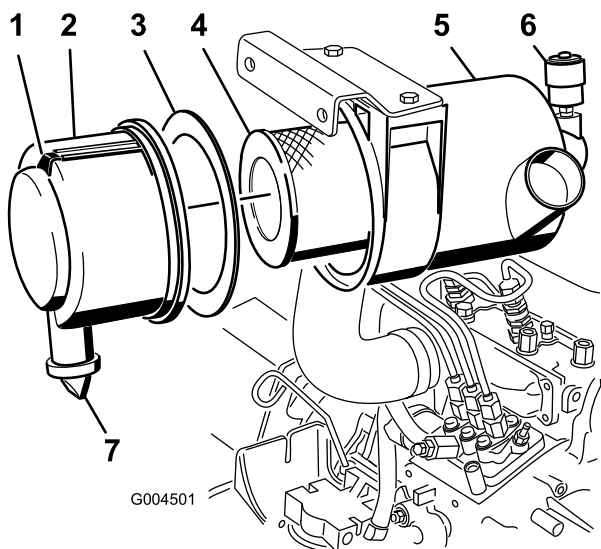

Bild 35
3. Warten Sie den Luftfilter, wenn die Luftfilteranzeige rot anzeigt oder nach jeweils 400 Betriebsstufen (häufiger in sehr staubigen oder schmutzigen Bedingungen (Bild 35)).